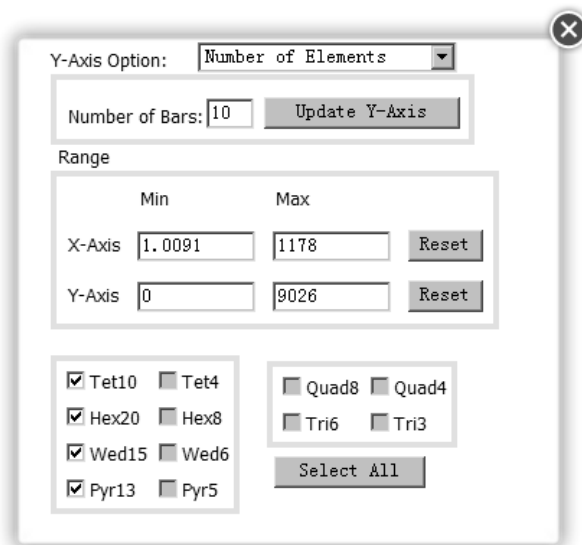

图 4.5.7 单元质量控制图表
- ◆ 在统计图表区域单击  按钮，弹出图 4.5.7 所示的对话框，在该对话框中可以对统计图表样式进行设定。